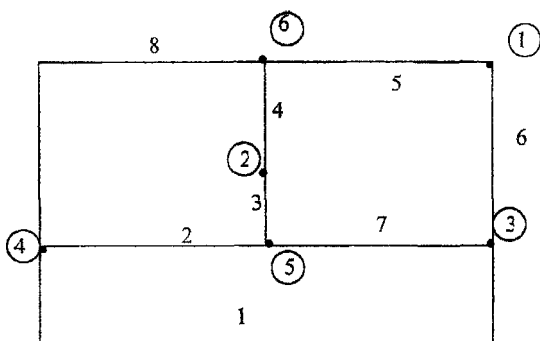

Рис.2.
- перерисовать полученный граф схемы, так чтобы ветви не пересекались (рис.2);